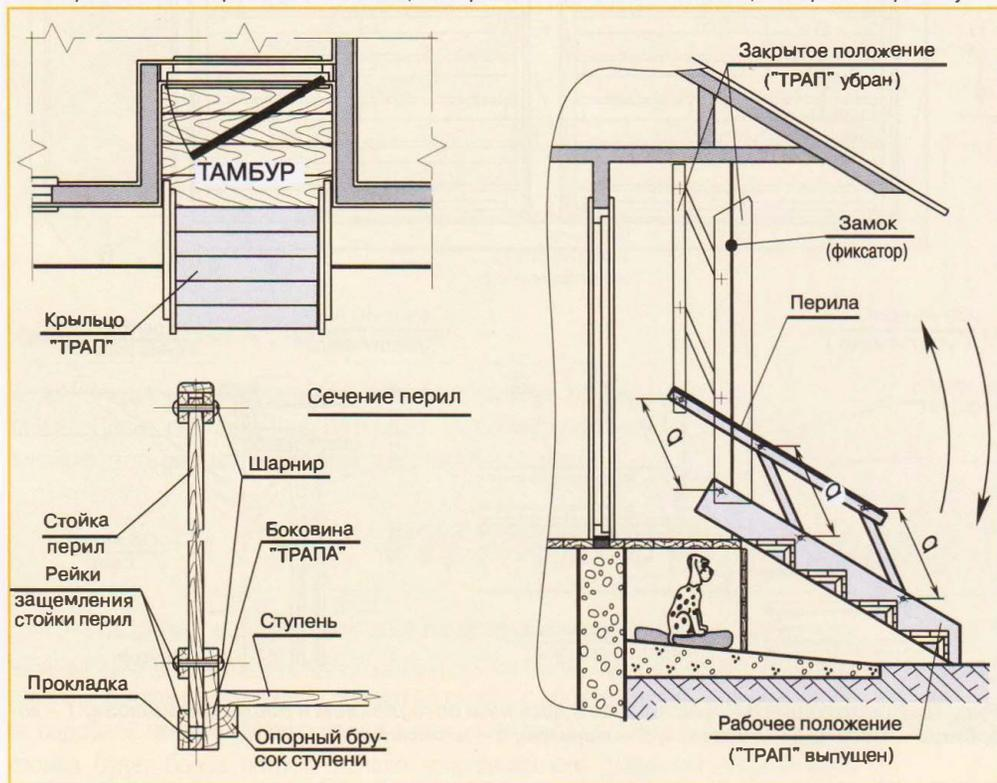

Рис. 16. Крыльцо «Трап».
**Крыльцо «Трап» (рис. 16).** Название вполне точно отражает суть и все особенности конструкции крыльца. Основное его достоинство — на зиму или во время дождя оно очень просто, буквально одним движением, убирается под крышу и совершенно не страдает ни от дождей, ни от снега. Поэтому служит уже много лет, не скрипит и не расшатывается. Материалов для его изготовления требуется не слишком много: две доски для боковин лестницы, а все остальное — из обрезков штакетника.